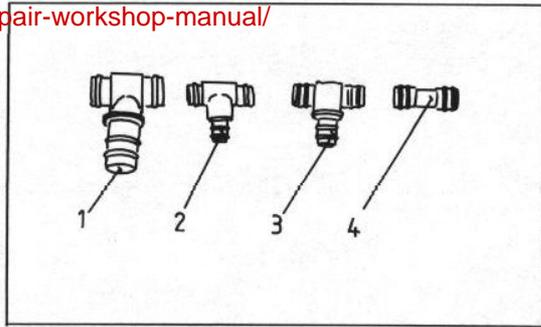

Bild 63
- Einbaulage der Gemischschraube (1)
- Die Führung des Schiebers in das Gehäuse einsetzen (Bild 63).